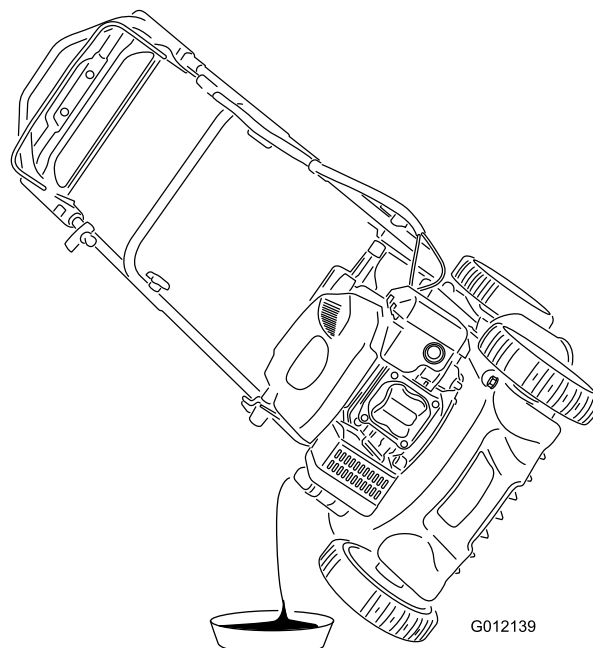

Figura 22
4. Inclinate il tosaerba sul fianco, con l'asta di livello in basso, per vuotare l'olio usato attraverso il tubo di riempimento nella bacinella di spurgo (Figura 22).